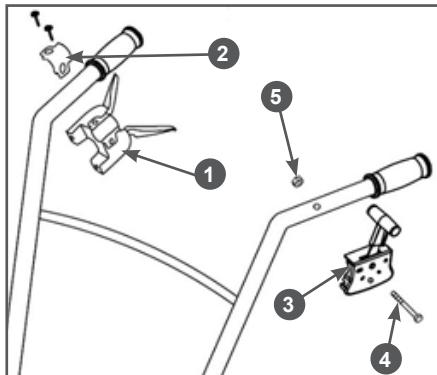

Рис. 8 Установка кронштейна рычагов включения переднего и заднего хода и рычага газа
6. Установите на правую рабочую рукоятку кронштейн 1 с рычагами включения переднего и заднего хода (Рис. 8). Для этого выполните следующее: открутите два винта крепления скобы и снимите скобу 3 крепления с кронштейна рычагов включения переднего и заднего хода. Установите кронштейн 1 снизу на правую рабочую рукоятку, а сверху приложите скобу крепления. Совместите отверстия в кронштейне и скобе и закрутите винты крепления, не затягивая их. Отрегулируйте положение кронштейна на рабочей рукоятке так, чтобы правой рукой было удобно по очереди нажимать и на рычаг включения переднего и на рычаг включения заднего хода. После окончательной регулировки плотно затяните винты крепления скобы (Рис. 8).
7. Установите на левую рабочую рукоятку рычаг 3 газа (Рис. 8). Для установки рычага 3 газа выполните следующее: совместите отверстия в левой рабочей рукоятке и корпусе рычага 3 газа, вставьте в отверстие болт 4 и закрутите гайку 5 до упора (Рис. 8).